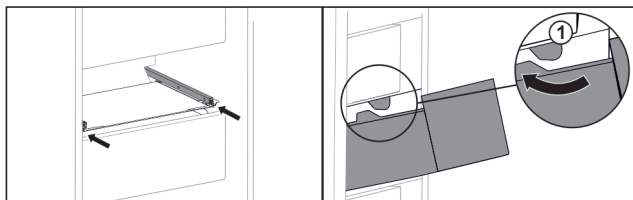

Fig. 41
- ▶ Vedte zásuvku podél zářávek Fig. 41 (1).